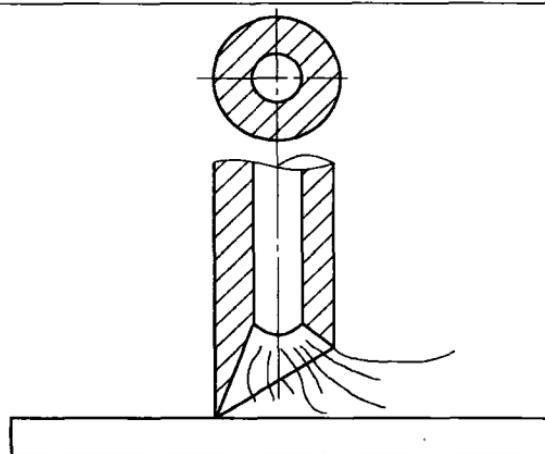

图 1-6 焊条偏心引起的偏吹
**说明：**焊条因制造工艺不良产生偏心时，会使电弧燃烧后的药皮熔化不均，电弧偏向药皮薄的一侧，形成偏吹，如图 1-6 所示。所以焊工在施焊前应仔细检查焊条的偏心度，符合要求后才能投入使用。